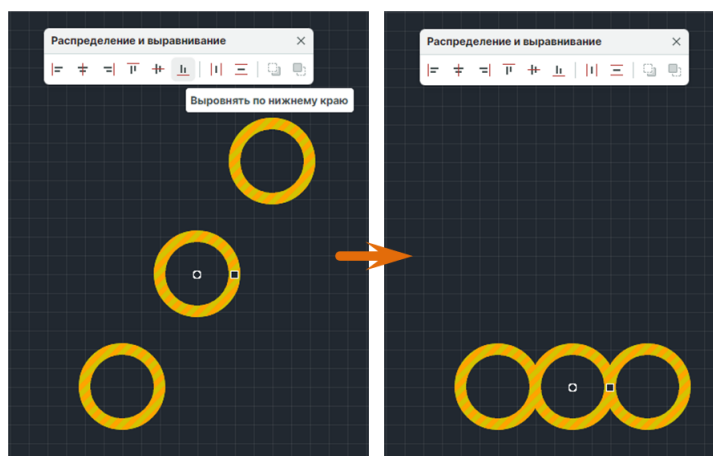

Рис. 316 Выравнивание по нижнему краю
2. На панели «Распределение и выравнивание» выберите инструмент «Выровнять по нижнему краю», который обозначен иконкой , см. Рис. 316.